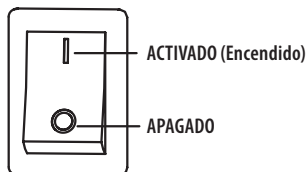

Figura 16
5. Si está equipado con un interruptor de control de parada de emergencia, asegúrese de que el control de parada de emergencia esté en la posición ACTIVADO (ENCENDIDO), representada por la línea sólida, mientras intenta arrancar el motor. Consulte la Figura 16.
Para detener el motor en marcha usando el control de parada de emergencia, mueva el interruptor a la posición OFF (APAGADO), representada por el círculo. Consulte la Figura 16.